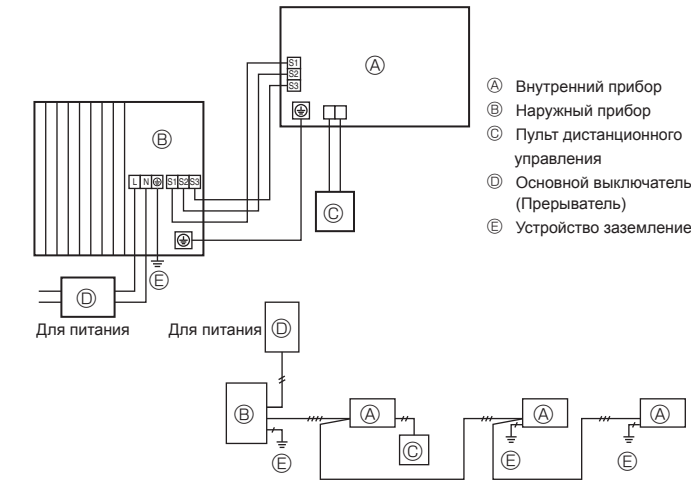
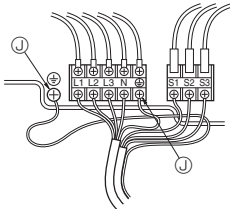

Fig. 7-1
Fig. 7-2
7.1. Наружный прибор (Fig. 7-1, Fig. 7-2)
- 2 Подсоедините кабели, как указано на Fig. 7-1 и Fig. 7-2.